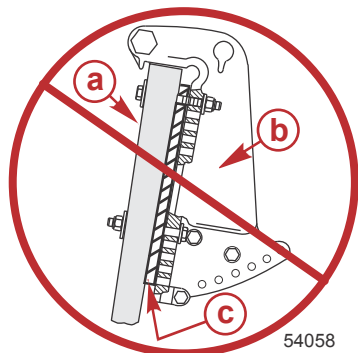

Рис. 4
3. Не устанавливайте клинья или пластины между зажимными транцевыми кронштейнами и транцем (или поддомкратной плитой). См. рис. 4.